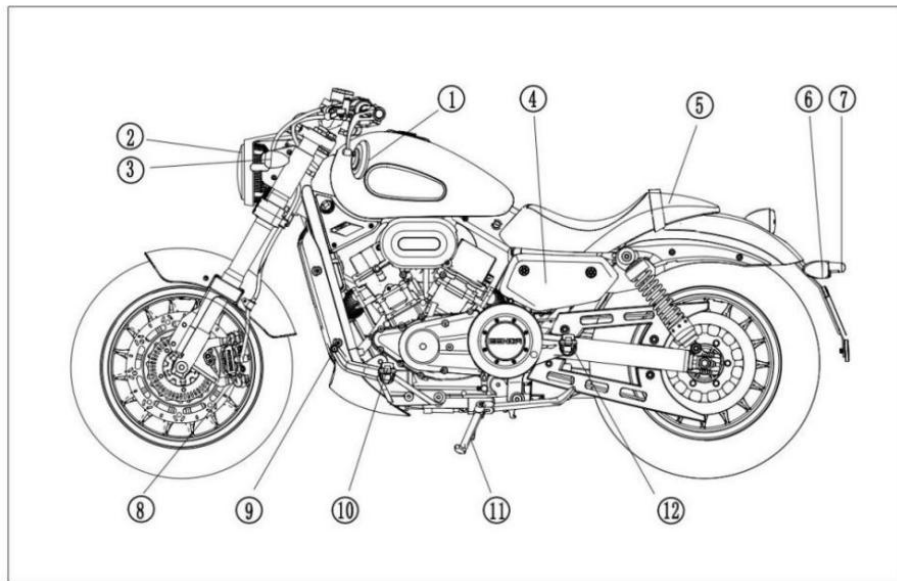

Fig.1
1. (Fig.1)
- ① Espejo retrovisor izq
- ② Faro delantero
- ③ Luz intermitente delantera izquierda
- ④ Batería
- ⑤ Sillín
- ⑥ Matricula trasera
- ⑦ Luz intermitente trasera izquierda
- ⑧ Pinza de frenos delantera
- ⑨ Palanca de cambios
- ⑩ Pedal delantero izquierdo